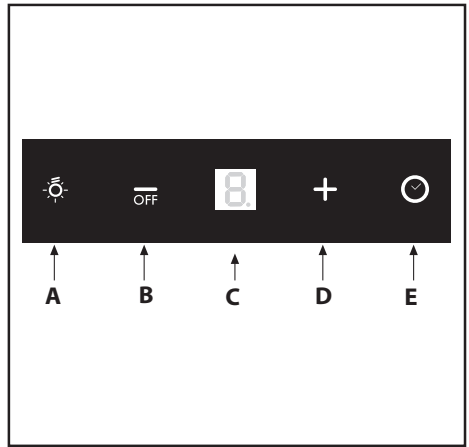

Fig.21
• **Manöverfunktioner (Fig.21):**